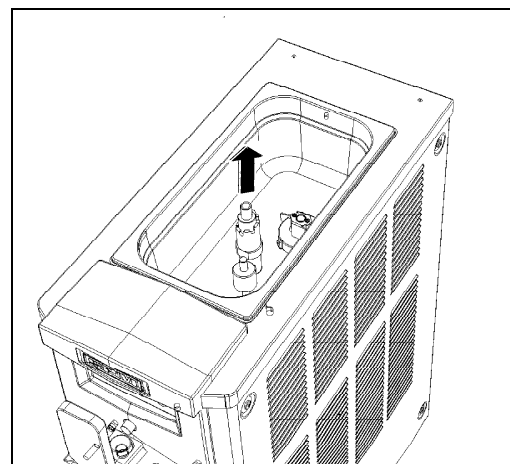

Fig. 5
- Retirez le couvercle et le tuyau d'alimentation en air du réservoir supérieur (fig.5).